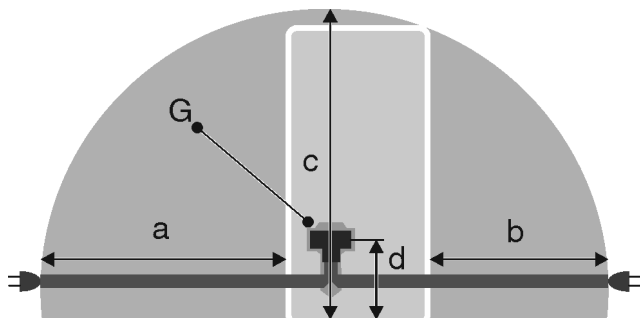

Fig. 51
- La caja de enchufe se encuentra fuera del área de la parte trasera del aparato en la zona indicada Fig. 51 (a, b, c).
- ▶ Inserte el conector Fig. 51 (G) del aparato en la parte trasera del mismo. Preste atención a que encaje correctamente.